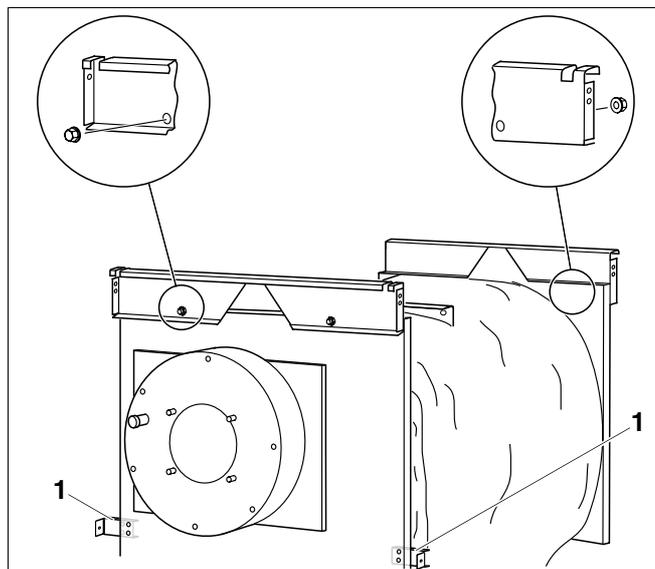

Fig. 9 Traverse
- Inserire la traversa anteriore (con la base dell'intaglio trapezoidale rivolta verso il basso) con i due fori, in alto nei prigionieri e fissare con dadi (fig. 9).
- Inserire la traversa posteriore (con la base dell'intaglio trapezoidale rivolta verso il basso) con i due fori, in alto nei prigionieri e fissare con dadi (fig. 9).
I bordi ripiegati delle traverse devono essere rivolti verso l'esterno (fig. 9).
- Fissare le traverse centrali sul lato anteriore (fig. 9, **pos. 1**) a destra e a sinistra con due viti e due rondelle senza stringere.
Inizialmente fissare debolmente la traversa centrale (fig. 9, **pos. 1**) senza stringere. Fissare bene i supporti, solo dopo averli allineati e avvitati al pannello laterale anteriore.